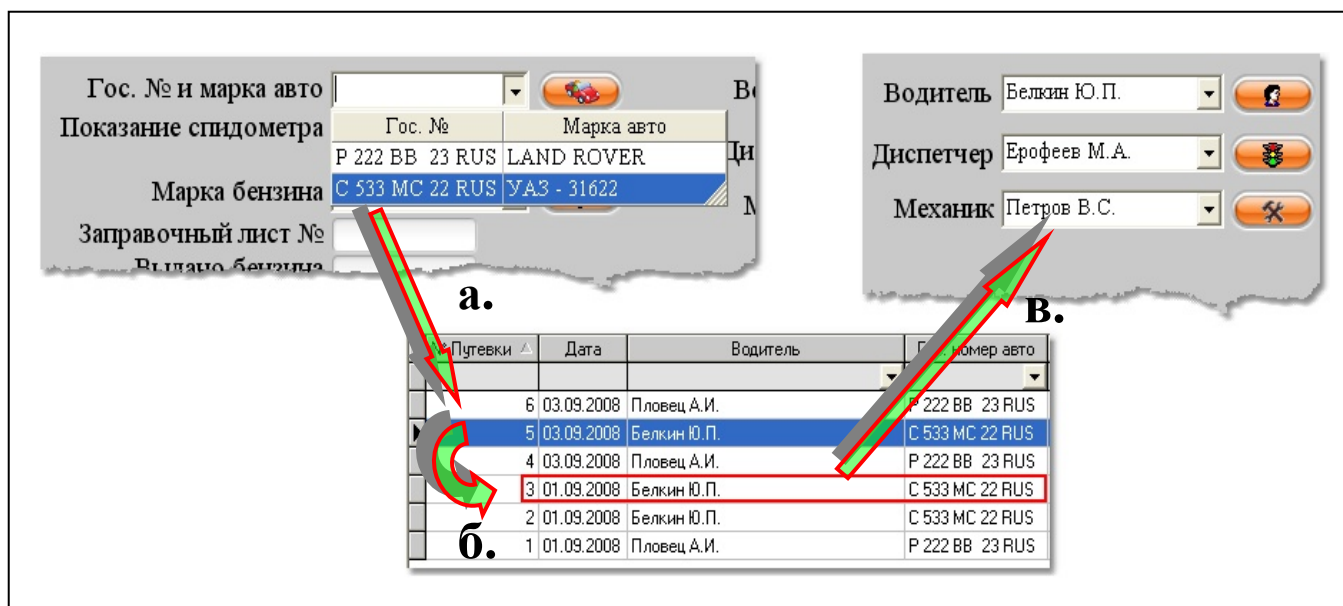

Рис. 10
- при выборе гос. номера автомобиля из выпадающего списка (рис.10а.) программа ищет ранее созданный путевой лист на автомобиль с таким же гос. номером (рис.10б.);
- если поиск успешен, то программа записывает найденные данные в поля нового путевого листа (рис.10в.);